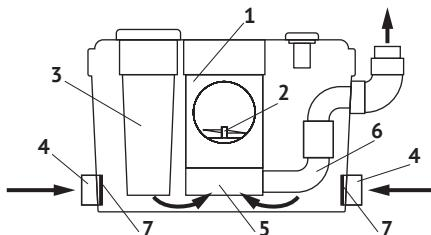

Рис. 2
душевых кабин (2). Сточные воды отводятся в канализацию через выходное отверстие (3). Обратный клапан, установленный в выходном патрубке (см. рис. 2, поз. 6) идущем от насоса, предотвращает возврат откаченной воды в станцию. На крышке корпуса станции (6), расположено вентиляционное отверстие с фильтром (4). Внутри крышки находится электромеханический микропроцессорный контроллер (5), который включает, либо отключает насос в зависимости от уровня воды в накопительном бачке станции.
Сточная вода из унитаза поступает в чашу-фильтр (1), в которой расположен измельчитель (2) насоса (5), и стекает в накопительный бачок канализационной насосной станции (см. рис. 2). Жидкость из писсуаров, биде,